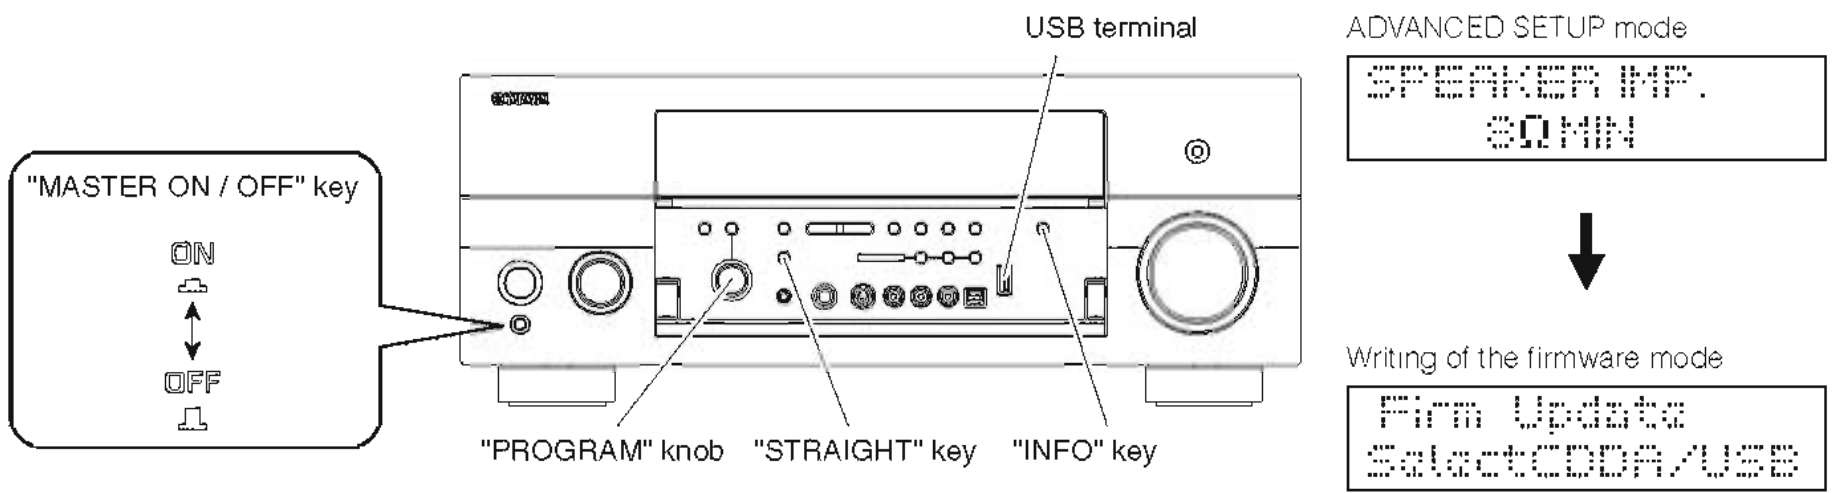

Fig. 4
4. Press the "MASTER ON/OFF" key of this unit while simultaneously pressing the "STRAIGHT" key of this unit. Then the ADVANCED SETUP mode is activated. (Fig. 4)
4. 本機の "STRAIGHT" キーを押しながら、"MASTER ON/OFF" キーを押し、アドバンスドセットアップを起動します。(Fig. 4)
5. Press and hold the "INFO" key of this unit for about 3 seconds. (Fig. 4)
Writing of the firmware is started. (Fig. 4)
7. Press the "INFO" key of this unit (Fig. 4)
8. Insert the USB flash memory to the USB terminal of this unit. (Fig. 4)
5. 本機の "INFO" キーを約 3 秒間押し続けます。(Fig. 4)
ファームウェアの書き込みが起動します。(Fig. 4)
7. 本機の "INFO" キーを押します。(Fig. 4)
8. 本機の USB 端子に USB フラッシュメモリーを差し込みます。(Fig. 4)